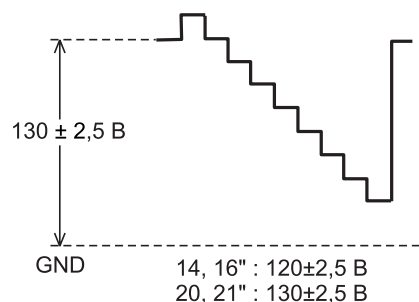

Рис. 9. Осциллограмма сигнала на катоде зеленой пушки кинескопа
4. Потенциометром SCREEN, расположенным на ТДКС, установить уровень черного в сигнале $+130 \pm 2,5$ В для кинескопов 20", 21" и $+120 \pm 2,5$ В для кинескопов меньшего размера (см. рис. 9).